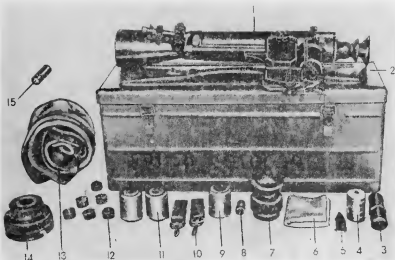
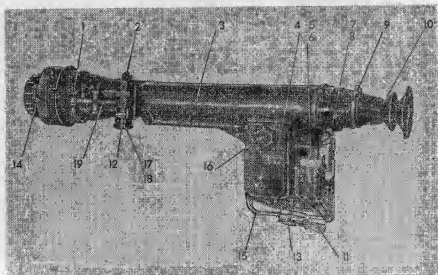

Рис. 1. Комплект прибора:
Рис. 3. Внешний вид прицела
выдвинуть ключом 5 (рис. 1) винты 18 (рис. 3), не вращая маховичок 17;
9.5.2. Для замены шкалы 12 (рис. 3) РПК на шкалы АКМ, ПК, СВД, АК-74 и РПК-74 необходимо:
9.5.3. Для замены шкалы 12 (рис. 3) ПК на шкалы АКМ, СВД, АК-74 и РПК-74 необходимо:
ослабить на 1—2 оборота ключом 5 (рис. 1) винты 18 и маховичок 17 повернуть на 6 делений вниз, при этом шкалу придерживать рукой, не давая ей перекачаться;
выдвинуть винты 18 (рис. 3), не вращая маховичок 17;
9.5.4. Для замены шкалы 12 (рис. 3) СВД на шкалы АКМ, РПК, ПК, АК-74 и РПК-74 необходимо:
9.5. Для замены шкалы 12 (рис. 3) АК-74 на шкалы АКМ, РПК, ПК, СВД и РПК-74 необходимо:
вывинтить ключом 5 (рис. 1) винты 18 (рис. 3), не вращая маховичок 17;
9.5б. Для замены шкалы 12 (рис. 3) РПК-74 на шкалы АКМ, РПК, ПК, СВД и АК-74 необходимо:
вынуть из корпуса ЗИП светодiode 15 в стакане (рис. 1)